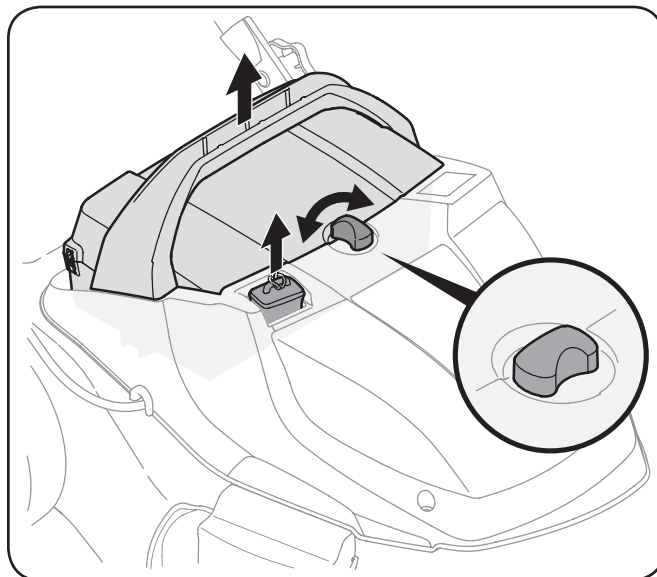

Figure 5-3
2. Tournez le bouton de blocage parallèle à la batterie et dégagez la batterie de la tondeuse. Voir la Figure 5-3.